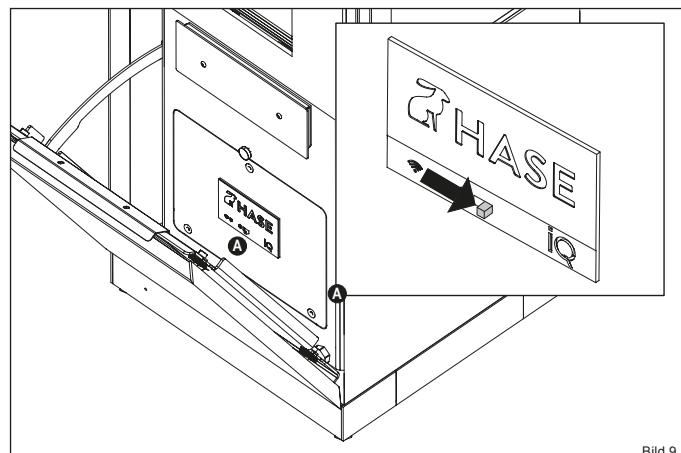

Bild 9
- ▶ Stellen Sie den Schalter am Bedienpanel auf „Ein“ (Bild 9). Wenn die Betriebsleuchte blau leuchtet, ist die Regelung einsatzbereit.